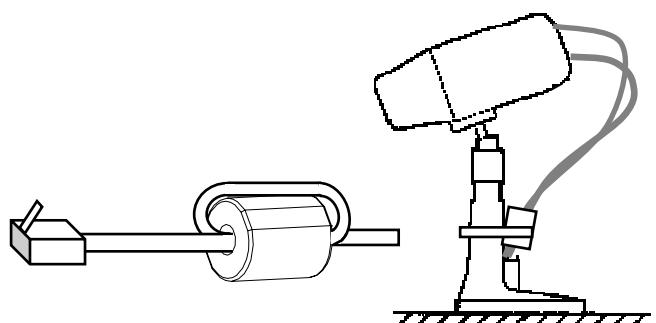

図 16-4 LAN ケーブルのコア取り付け方法
- LAN ケーブルには、添付のフェライトコア (北川工業製 RFC-10) を図 16-4 の様に 1 回